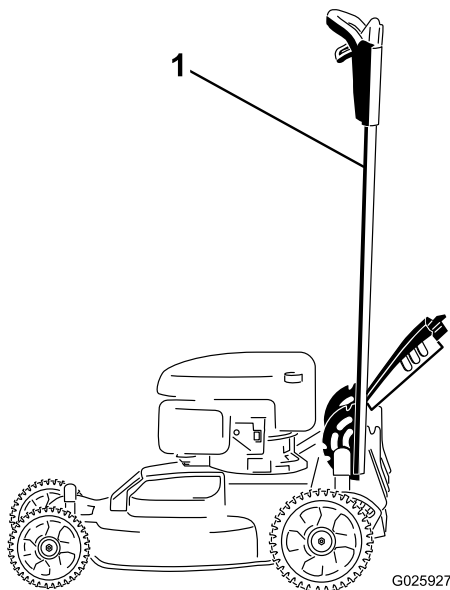

Figure 41
- Bloquez le guidon en position verticale (Figure 41) ; voir Réglage de la hauteur du guidon (page 11).